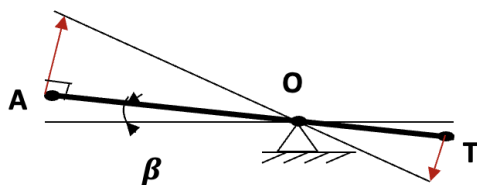
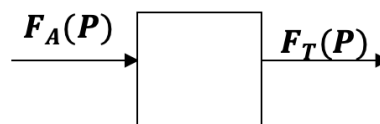

Fig.44
Fig.45
2-232 De la Fig. 44, déterminer la force de commande du levier 1 et compléter la Fig. 45.
- Mettre les vecteurs sur la Fig. 44 et donner la relation entre la force de commande en A et celle de vannage en T .
- Compléter la Fig. 45.
2-232 Isolons le levier 1 en Fig. 44. Détermination de la force de commande de la barre 1 en A :
a) Relation entre la force de commande en A et celle de vannage en T (Voir Fig. 44 et Fig. 45) :
b) Voir Fig. 45.